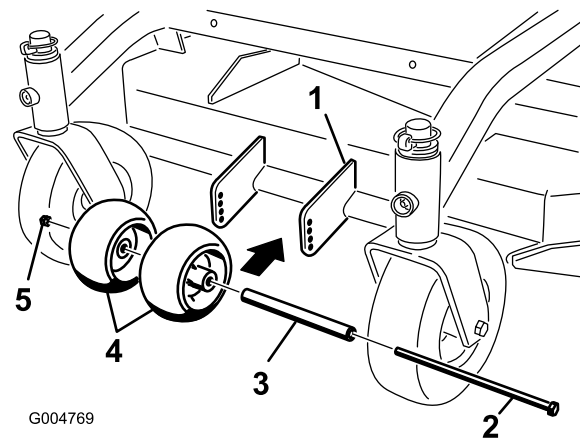

Рисунок 14
1. После регулировки высоты скашивания проверьте защитные валики, чтобы между ними и землей был зазор не менее 10 мм (Рисунок 14).
2. Если требуется регулировка, снимите болт, шайбы и гайку (Рисунок 14).
3. Выберите такие отверстия, чтобы защитные валики находились на высоте не менее 10 мм над землей (Рисунок 14).
4. Установите болт и гайку (Рисунок 14).